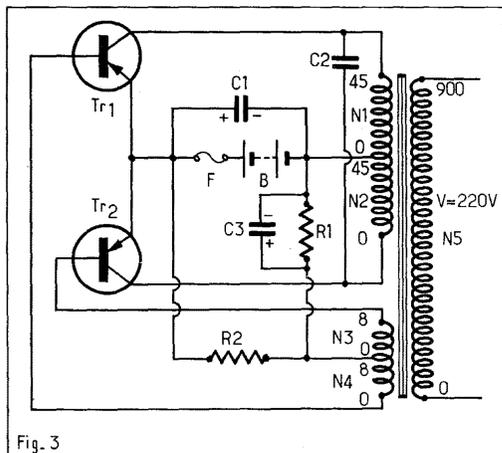

Fig. 3
Dans ce cas, on utilise le circuit simple de la figure 3. Pour le fonctionnement sur 50 Hz, le transformateur T doit posséder une inductance élevée ; aussi aucun entrefer n'a été prévu sur le noyau magnétique. Ce dernier doit avoir une section utile en rapport avec la puissance à transformer, que l'on peut calculer avec la formule $S = k \sqrt{W}$ (3) dans laquelle :
le nombre de spires des enroulements primaires du convertisseur cc/ca, 50 Hz, fonctionnant avec une batterie de 12 V, est de 82,45 et 29 spires (pour chaque enroulement N1-N2 de la figure 3) pour des puissances de 20,50 et 100 W respectivement, tandis que les enroulements N3 et N4 auront chacun 20, 8 ou 6 spires. En conséquence, pour 50 W, le nombre de spires est $N1 = 45$; $N2 = 45$; $N3 = 8$ et $N4 = 8$.